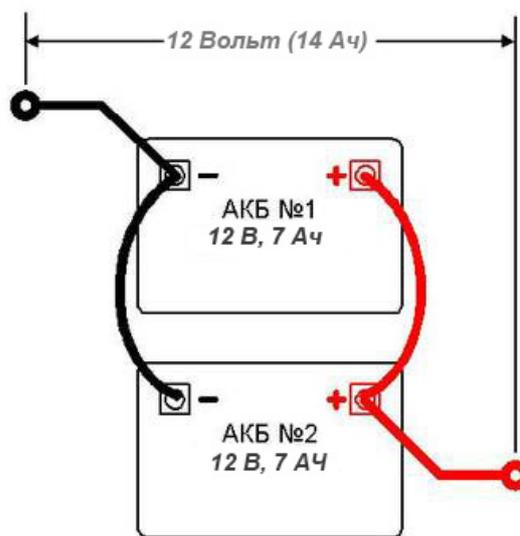

Рисунок 4 - Схема подключения АКБ
- подключите аккумуляторные батареи (см. *Рисунок 4*);